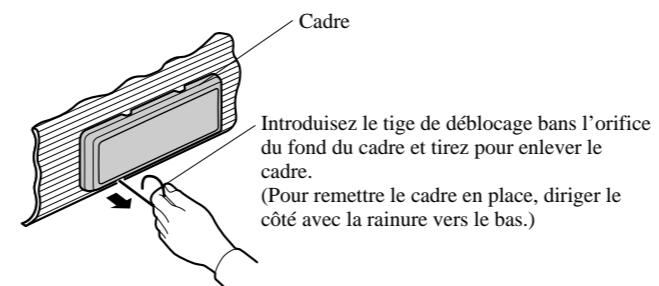
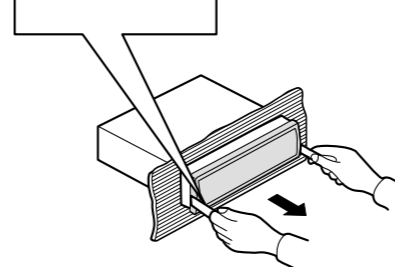

Fig. 7
Fig. 8
**Dépose de l'unité (Fig. 7) (Fig. 8)**